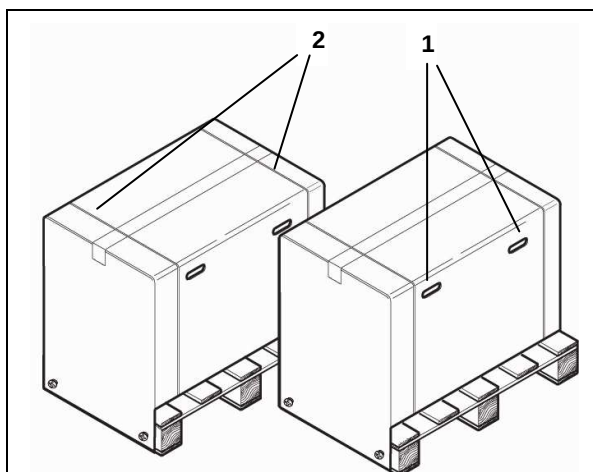

Fig. 6.1-1
L'emballage et l'appareil sont délicats, les manipuler avec soin. Transporter sans secousses, ni chocs. **LES POIGNÉES DE L'EMBALLAGE (Rep. 1, Fig. 6.1-1) SERVENT UNIQUEMENT POUR LE LEVAGE VERTICAL.** Conserver dans un endroit sec et protégé. L'emballage doit être conservé durant toute la période de garantie.
- ouvrir sans découper les feuillards d'ancrage de la boîte (rep. 2, Fig. 6.1-1) ;